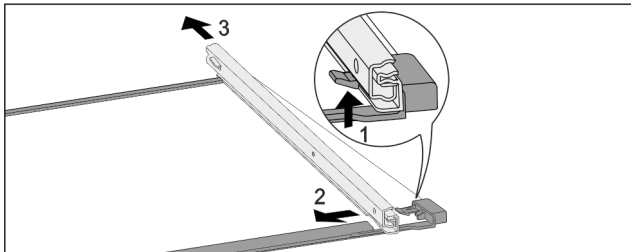

Fig. 173 Staklena ploča s vodilicama
- Prednji uskočnik pritisnite prema gore. Fig. 173 (1)
- Izvlačnu vodilicu povucite u stranu Fig. 173 (2) i prema natrag Fig. 173 (3).